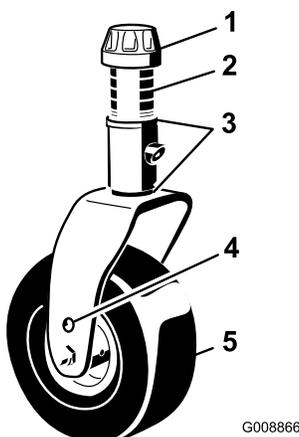

Figura 77
1. Retire a tampa de fixação do eixo roscado e desloque o fuso para fora do braço da roda giratória (Figura 77). Volte a montar os calços para levantar ou baixar a roda giratória até obter uma inclinação correta da unidade de corte.